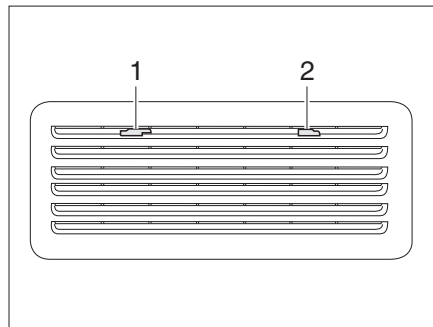

Fig. 213 Rejilla de ventilación del frigorífico (Thetford)
- Deslizar el bloqueo (Fig. 213,1) hacia el centro.